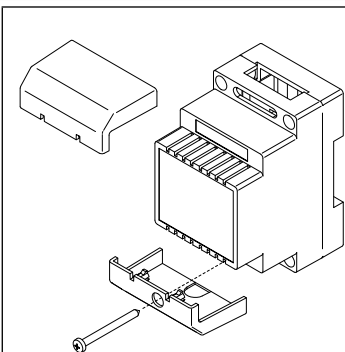
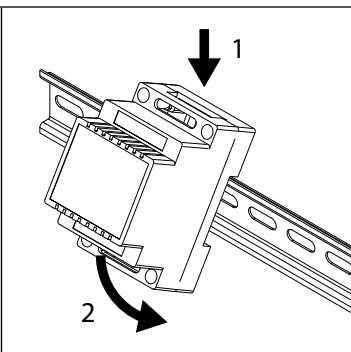
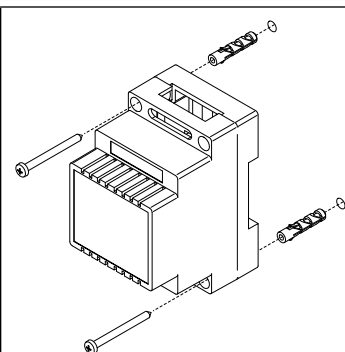
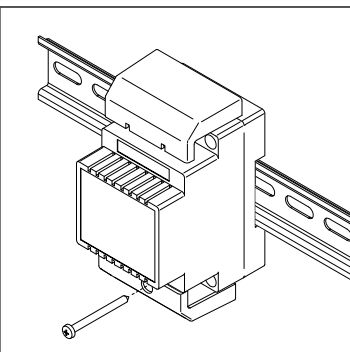

Fig. 3
Fig. 4
Fig. 5
Fig. 6
3. Poser la base de l'interphone vidéo sur le mur à une hauteur de 135 cm environ (**Fig. 3**) du plancher fini et prendre les références pour les trous de fixation (B) (**Fig. 4**), en considérant que les conducteurs (E) (**Fig. 4**) doivent passer à travers l'ouverture (F) (**Fig. 4**). Si le boîtier encastrable 503 est utilisé pour la sortie murale des conducteurs, le murer en position verticale en laissant environ 140 cm entre la base et le plancher fini.
4. En consultant la **Fig. 4**, réaliser les trous (B), y insérer les chevilles à expansion (C) et fixer la base de l'interphone vidéo au mur à l'aide des vis (D) en prenant soin de passer les conducteurs (E) à travers la fente (F). Si le boîtier encastrable 503 a été utilisé, fixer la base sur le mur par les trous (G) (lentement avec les languettes de fixation du 503) en utilisant les vis (D).
5. Comme illustré sur la **Fig. 5**, effectuer le raccordement des conducteurs aux borniers mobiles selon le schéma fourni. Connecter les borniers à l'électronique ancrée au couvercle de l'interphone vidéo comme illustré sur la **Fig. 6** et procéder au test de l'installation avant de fermer l'interphone vidéo : les trimmers de réglage du contraste et de saturation de l'image sont accessibles uniquement avec l'interphone vidéo ouvert. Pour activer l'écran et voir les changements, utiliser la fonction « Allumage automatique » en appuyant sur le bouton .
1. Enlever les couvercles de couverture des bornes en desserrant les vis correspondantes et en les tirant vers le haut (Fig. 3) ;
2. Fixer sur le rail DIN (Fig. 4) ou directement au mur à l'aide des vis et des chevilles à expansion correspondantes (Fig. 5) ;
5. Enclencher les couvercles de couverture des bornes et les fixer à l'aide des vis correspondantes (Fig. 6) ;
Pour alimenter le module, connecter l'un des connecteurs mâles IDC ① au connecteur mâle IDC du module portier électrique à l'aide du câble plat fourni. Des modules d'extension supplémentaires peuvent être connectés via le connecteur IDC mâle gratuit du module d'extension précédent (**Fig. 3**).